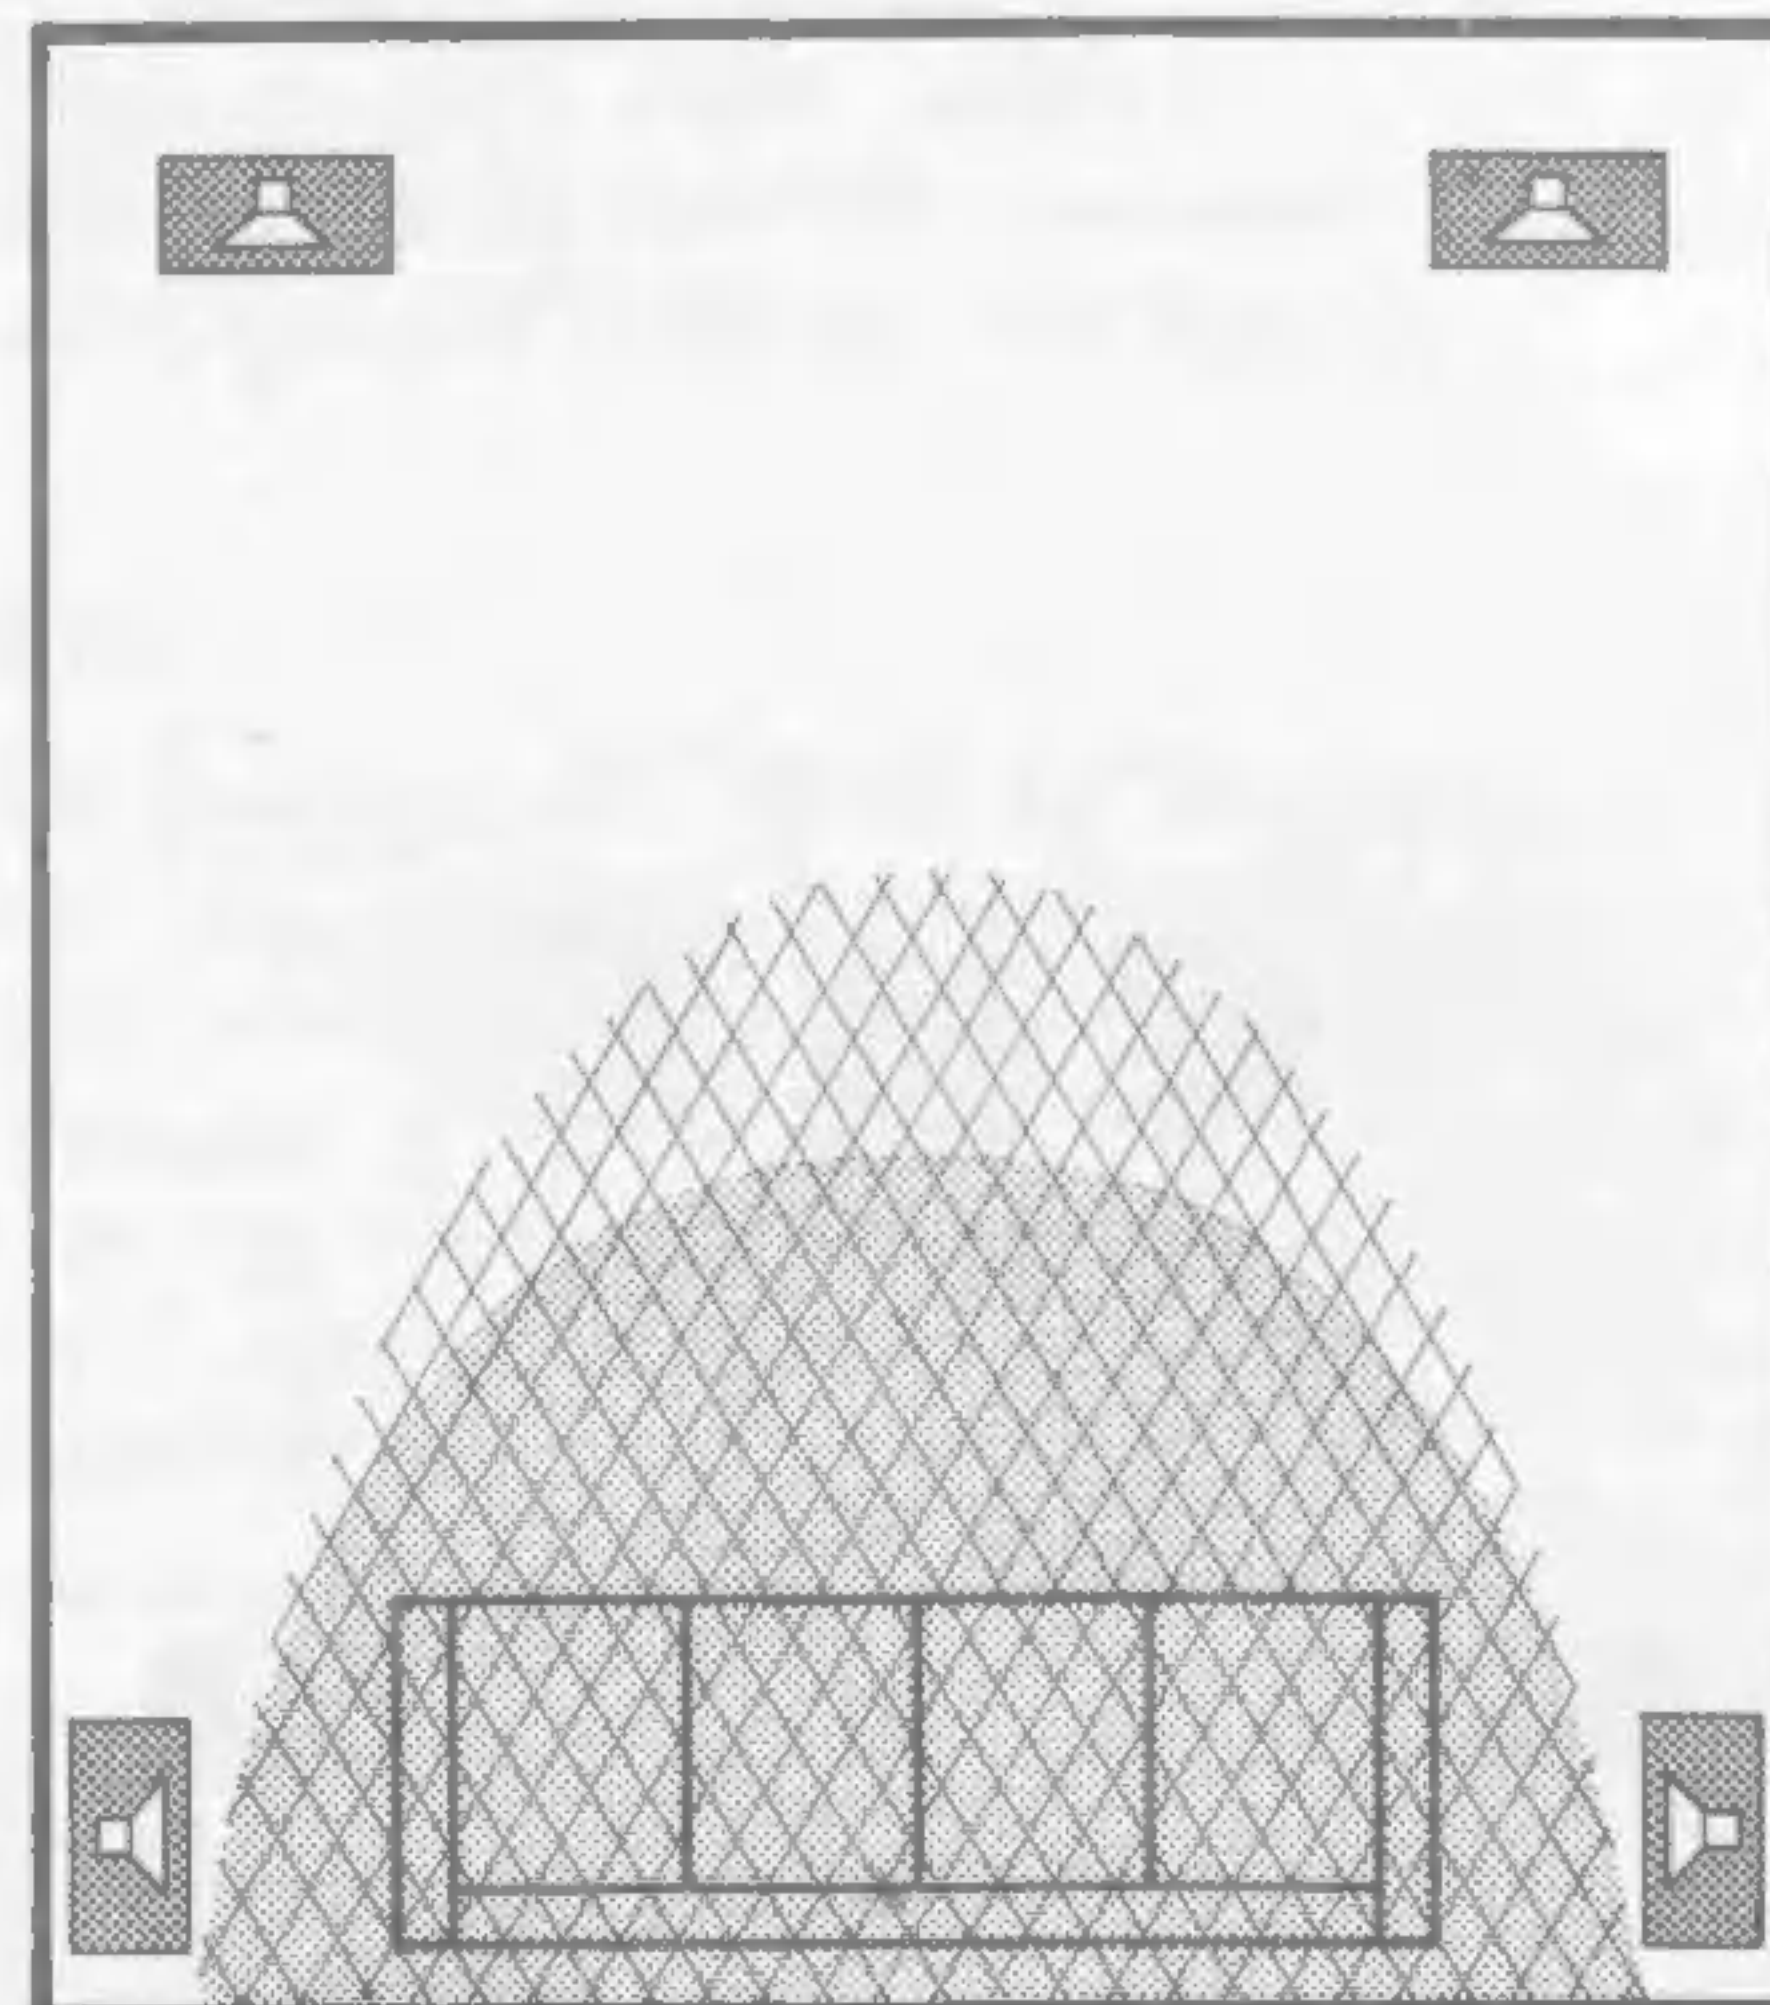

Fig. 11
Die Aufstellung der Lautsprecherboxen für vierkanalige Wiedergabe kann, wie in Fig. 11 und 12 gezeigt, erfolgen. Das vordere Boxenpaar ist an die Buchsen FRONT, die rückwärtigen Lautsprecher an die Buchsen REAR anzuschließen. Rechts (R) und links (L) gilt vom Zuhörer aus gesehen.